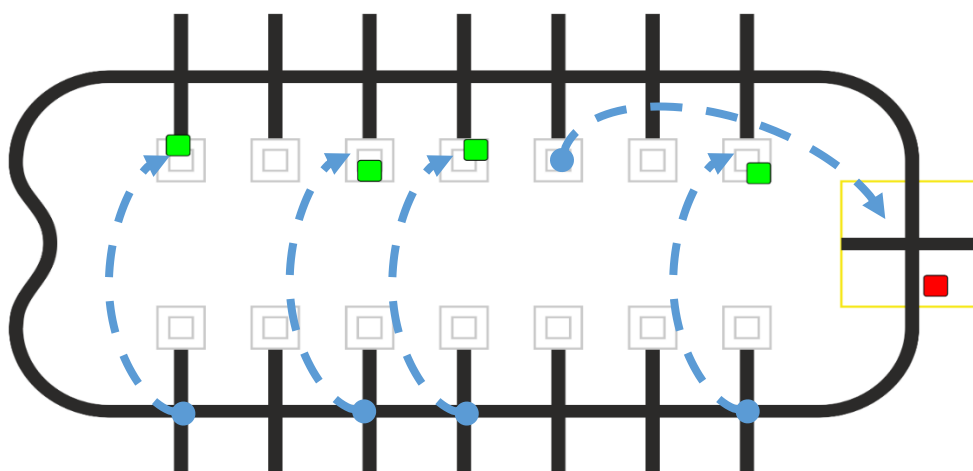

Рис. 2. Пример правильного выполнения задания
- В одной из свободных серых зон верхней части стоит красный куб, его требуется переместить в зону старта/финиша. Пример правильного выполнения задания приведен на рис. 2.
- Красный куб, расположенный в сером квадрате сверху, переместить в зону старта/финиша (рис. 2).